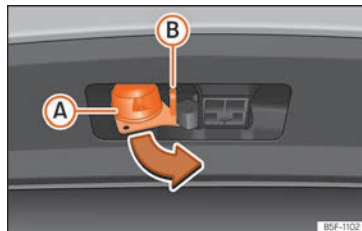

Fig. 271 Girar el conector de 13 contactos
- Agarre el conector por la zona (A) y extráigalo en el sentido de la flecha » fig. 271.
- Abra la tapa del conector (A) y conecte el remolque » fig. 271.
- Enganche el cable de retención del remolque en el ojal de seguridad » fig. 271 (B). Al engancharlo, el cable de retención debe **combarse** en todas las posiciones del remolque frente al vehículo (curvas pronunciadas, marcha atrás, etc.). »